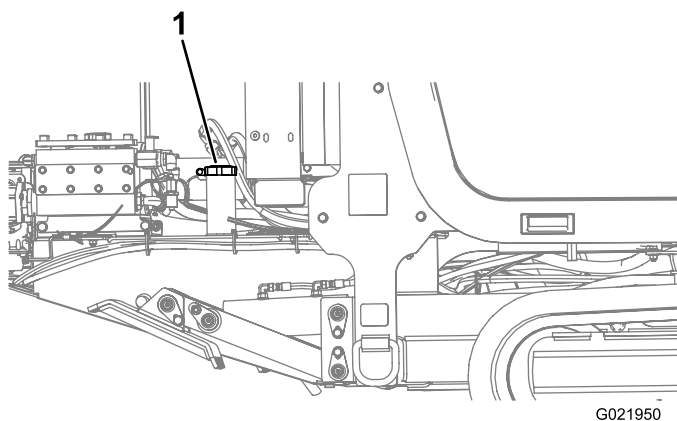

**Figure 69**
4. Retirez le bouchon du réservoir de carburant (Figure 69).